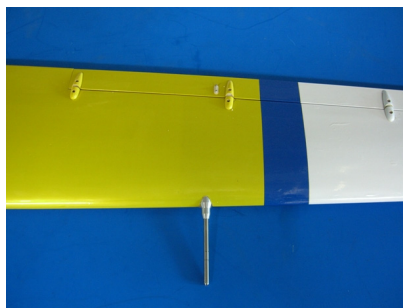

図 2.11: ピトー管の取り付け
- ピトー静圧管またはピトー管を、プロペラ後流の影響を受けない翼前縁部などに機軸とほぼ平行(5°以下)に設置します(図 2.11)。